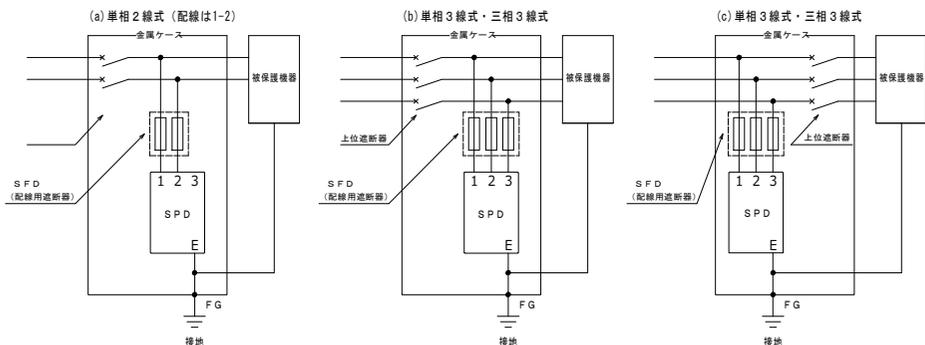

図2
- (1) SPDが劣化又は故障した場合にSPDの発火や上位遮断器の遮断動作による停電リスクを低減させるためにSPD用の保護ヒューズ（以下、SFD 弊社製型式：DU20kA）を設置してください。また、SPD、SFDまたは配線用遮断器、上位遮断器との接続方法は図2を参考に設置してください。図2(a)は単相2線式の配線例です。
- (2) 上位遮断器の定格が50A以上の場合は、図2(b)に示すように上位遮断器の二次側にSFDまたは配線用遮断器を設置してください。
- (3) 上位遮断器の定格が50A未満の場合は、図2(c)に示すように上位遮断器の一次側にSFDまたは配線用遮断器を設置してください。
- (4) SPDの接地は、良好な接地（接地抵抗10Ω以下が好ましい）に接続してください。